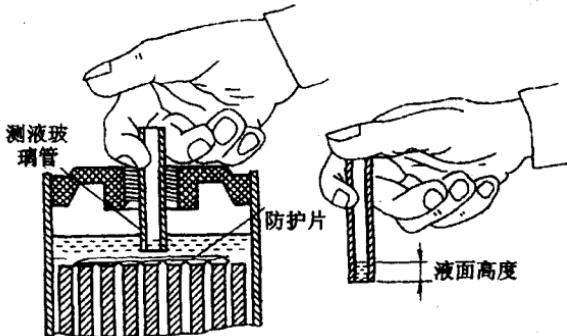

图 1-9 蓄电池电解液液面高度玻璃管测量法
(1) 玻璃管测量法:玻璃管测量法如图 1-9,用一空心玻璃管插入到蓄电池电解液内极板的上平面处,用大拇指按紧玻璃管上端使管口密封,提起玻璃管,测量玻璃管内的液面高度即为蓄电池电解液液面高出极板的高度。标准值为 10~15mm(毫米),正常降低时应补充蒸馏水,使之达到标准值。